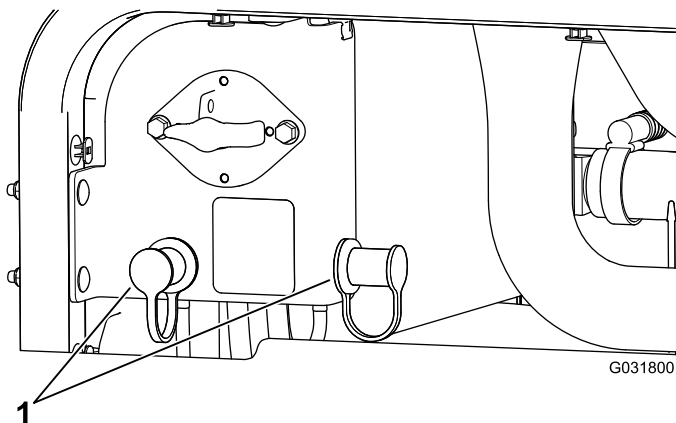

Figura 114
3. Retire los capuchones de los bornes de la batería del otro vehículo (Figura 114).